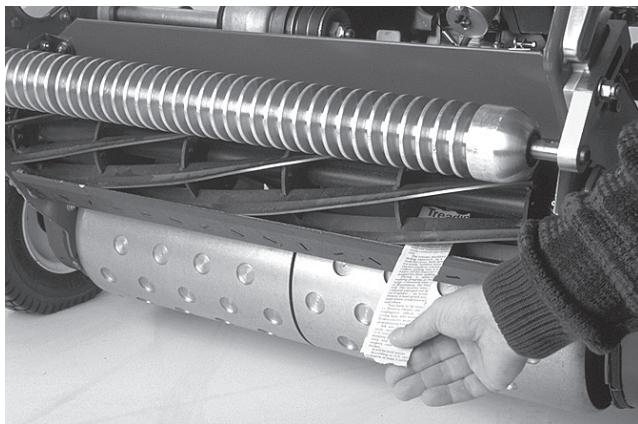

図12
4. リール前面の左右いずれかの端を選び、リールと下刃の間に、長く切った新聞紙片を差し入れる(図12)。リールをゆっくり前回転させながら下刃調整ネジを締める(新聞紙を入れた側の調整ネジを、1目盛りづつゆっくりと)。新聞紙を前から(ベッドナイフの上面に平行に)入れると軽く挟まれ、引き抜くのに少し力が必要な程度に調整する(図11または11)。
6. 両側とも調整ができたら最終確認を行う:紙片をリールの前から差し込んだ時にはさむだけ、下から差し込むと切れるのが適切な調整である(図12)。リールと下刃のごくわずかの接触で紙が切れなければいけない。接触を強くしないと切れない(リール回転トルクが0.79 Nm (0.08 kgm)以上)場合には、鋭利な刃先を取り戻して精密なカットができるようにバックラップか研磨を行うことが必要(Toro研磨マニュアルを参照。)